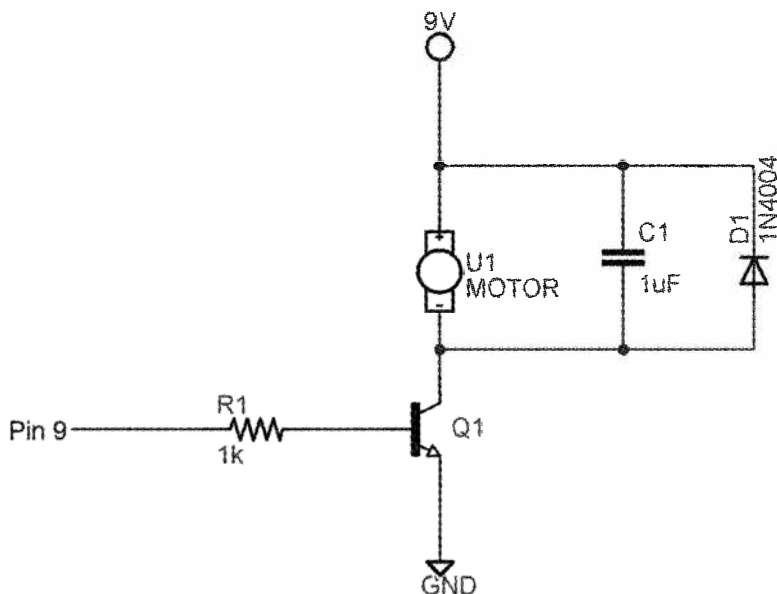
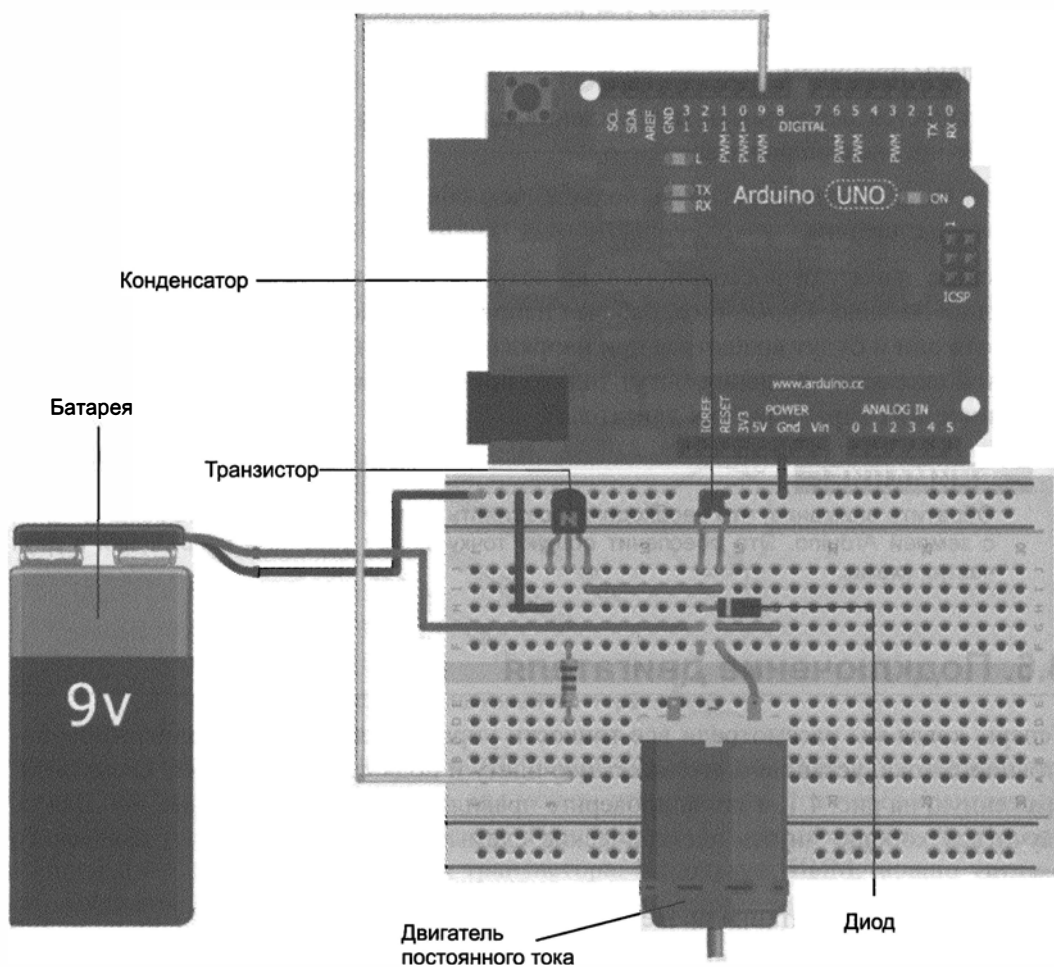

Рис. 4.1. Схема включения двигателя постоянного тока
Рис. 4.3. Подключение двигателя постоянного тока
Двигатели постоянного тока обычно требуют ток больше, чем может выдать встроенный в Arduino блок питания, к тому же они могут создавать опасные выбросы напряжения. Для решения этой проблемы необходимо научиться эффективно изолировать двигатель постоянного тока от платы Arduino и подключать его к отдельному источнику питания. Транзистор позволит безопасно включать двигатель, а также управлять его скоростью с помощью методов ШИМ, рассмотренных в главе 2. Прежде чем собирать схему подключения двигателя постоянного тока, изображенную на рис. 4.1, рассмотрим основные компоненты схемы:
В схеме, изображенной на рис. 4.1, двигатель подключен к отдельному источнику напряжением 9 В, а не к контакту 5 В разъема USB. Для данного примера подойдет также внешний источник с напряжением 5 В. Внешний источник питания необходим по двум причинам:
Теперь, когда мы рассмотрели все тонкости управления щеточным двигателем постоянного тока, установим его макетную плату и подключим. Соберите схему, изображенную на рис. 4.1, а затем проверьте правильность монтажа по рис. 4.3. Важно научиться хорошо читать электрические схемы без использования графического макета.
- ♦ убедитесь, что земля от батареи 9 В соединена с землей платы Arduino, для этого можно общую шину земли на макетной плате, как показано на рис. 4.3;